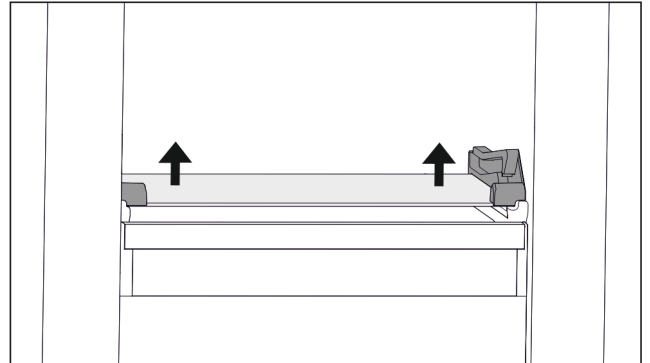

Fig. 92 Ripiano in vetro del cassetto ribaltabile
- ▶ Premere il ripiano in vetro dal basso verso l'alto su entrambi i lati. (vedere Fig. 92)